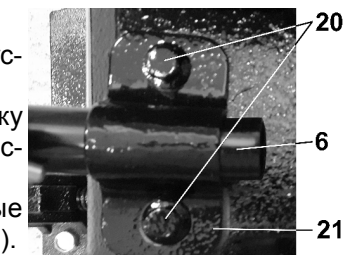

Рис. 4
8.2. Установите и закрепите рабочую ручку (6), для чего ослабьте винты (20), вставьте и выпустите край ручки (6) на 1÷1,5см за скобу (21), положение закрепите, Рис.4.